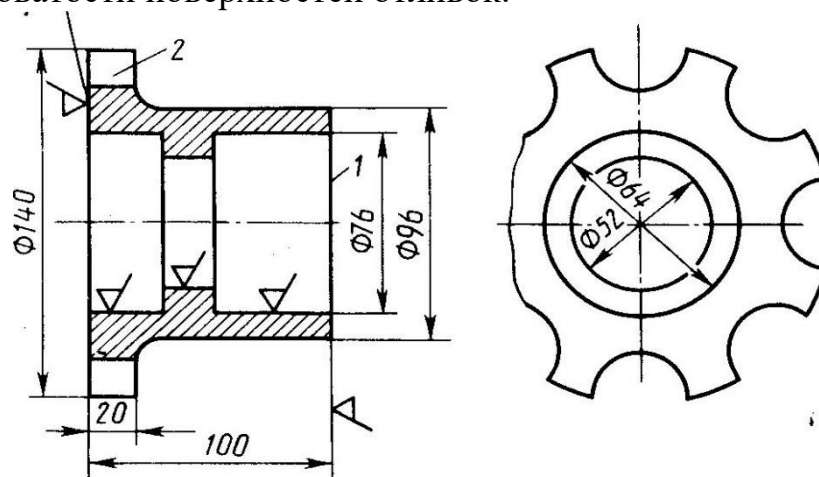

Рис. 10
2. По эскизу детали (рис. 10) разработайте эскизы элементов литейной формы, модельных плит, стержневого ящика и собранной литейной формы (в разрезе). Опишите последовательность изготовления формы одним из методов машинной формовки. Материал детали – чугун СЧ20.